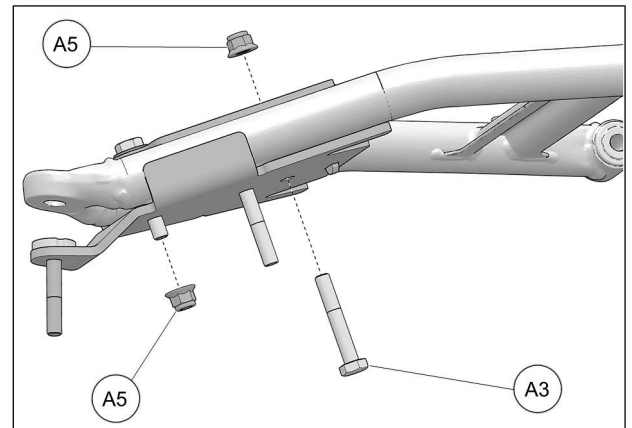

Fig. 23
12. Insérer le boulon M10x65mm (A3) au trou arrière par le dessous de l'ancrage. Assembler les deux parties avec les écrous (A5) fournis. Serrer les écrous (A5) à un couple de 50 Nm [37 lb•pi]. Voir la Fig. 23